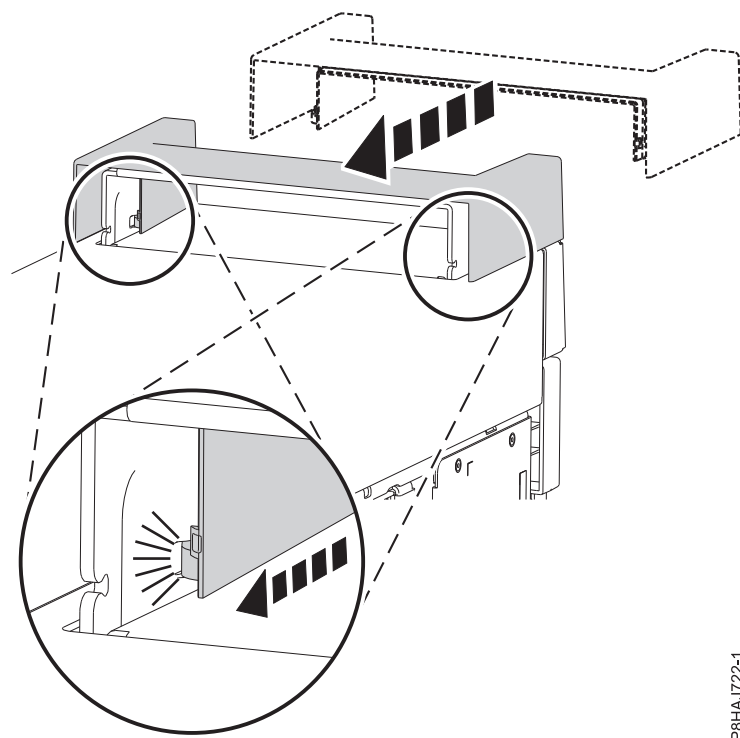

Figura 16. Fixació de la tapa de nansa en un sistema autònom 8286-41A
1. Colleu la tapa de nansa a l'estació d'acoblament RDX interna (FC EUA3) fent-la lliscar cap a la part posterior del sistema. Consulteu Figura 16.